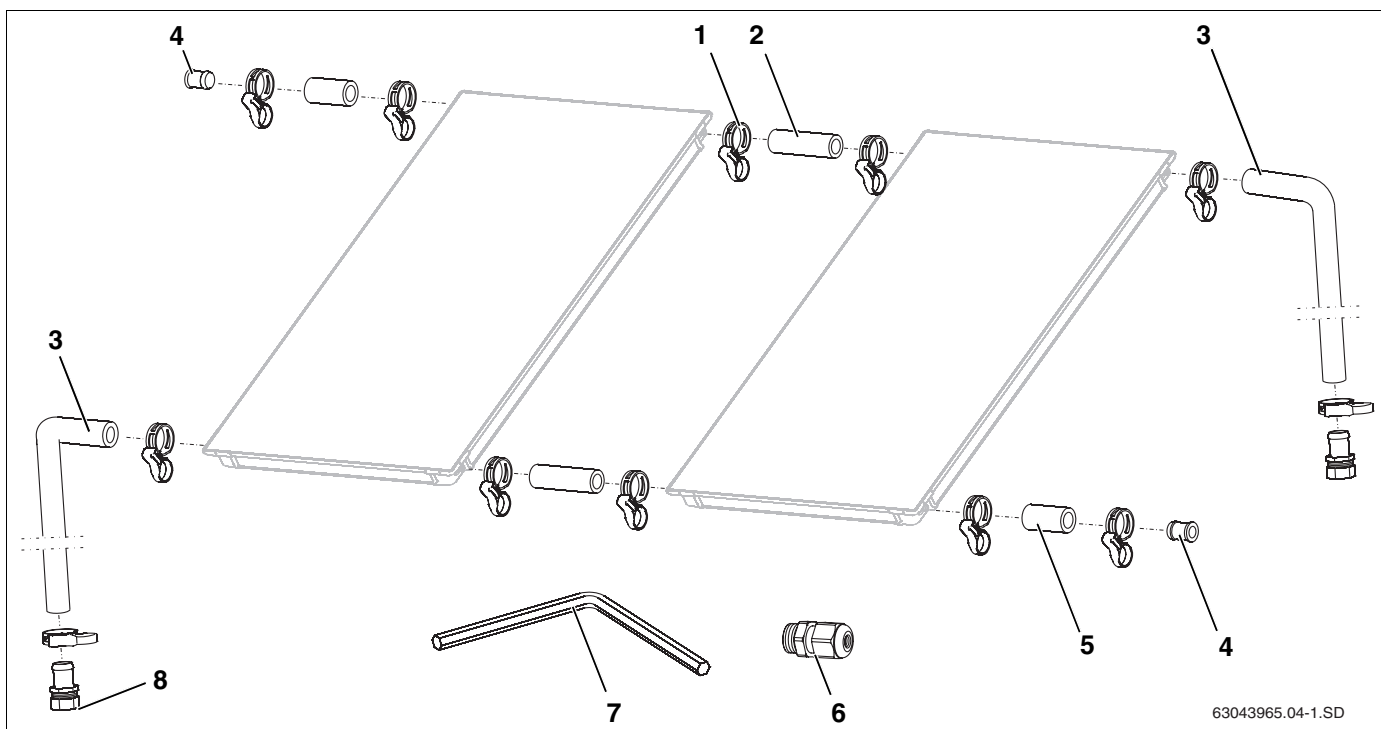

Рис. 3 Комплект подключения и соединительный комплект (показано поле из двух коллекторов вертикального исполнения)
**Комплект подключения, на одно поле коллекторов (рис. 3)**